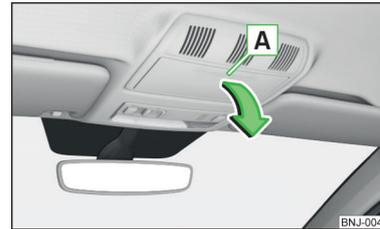

Abb. 79
- Auf den Deckel des Brillenfachs im Bereich **A** » Abb. 79 drücken.
» Abb. 79, bis dieser hörbar einrastet.